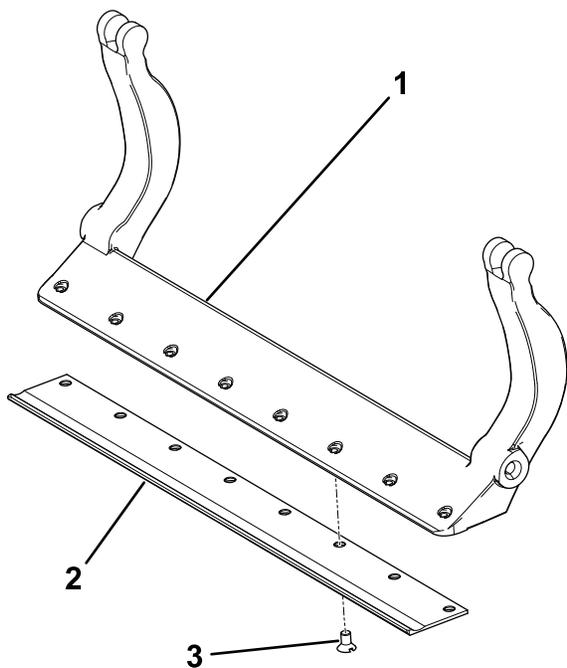

図 34
3. ベッドナイフ固定ボルトに固着防止パウンドを塗ってベッドナイフをベッドバーに固定する 図 34。